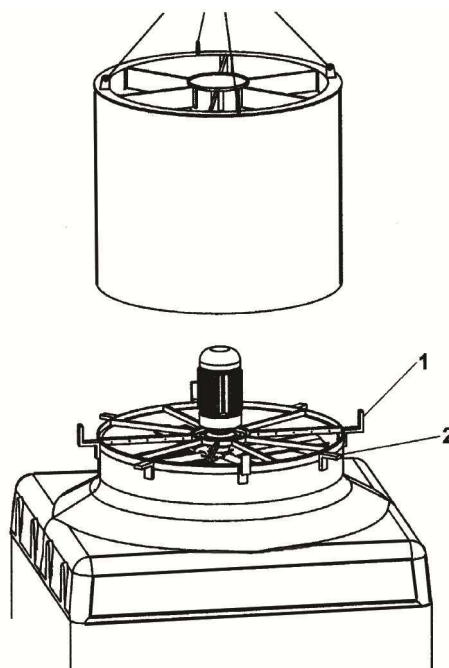

Fig. 10
1. Place the Z-shaped profiles (Fig 10/1), which are in one of the spokes of the fan support, in order to serve as a guide.
2. Locate the silencer on top of the upper cap, supporting it on the L-shaped profiles (Fig 10/2) arranged on the fan supporting ring.
1. Placer les profils en forme de Z (fig. 10/1), qui se trouvent dans un des rayons du support du ventilateur, pour qu'ils servent comme guide.
2. Placer le silencieux sur le capuchon et l'appuyer sur les profils en L (fig. 10/2) disposés sur l'anneau support du ventilateur.
1. Colocar los perfiles en forma de Z (fig. 10/1), que se encuentran en uno de los radios del soporte del ventilador, para que sirvan de guía.
2. Situar el silenciador encima de la caperuza y apoyarlo sobre los perfiles en L (fig. 10/2) dispuestas en el aro soporte del ventilador.